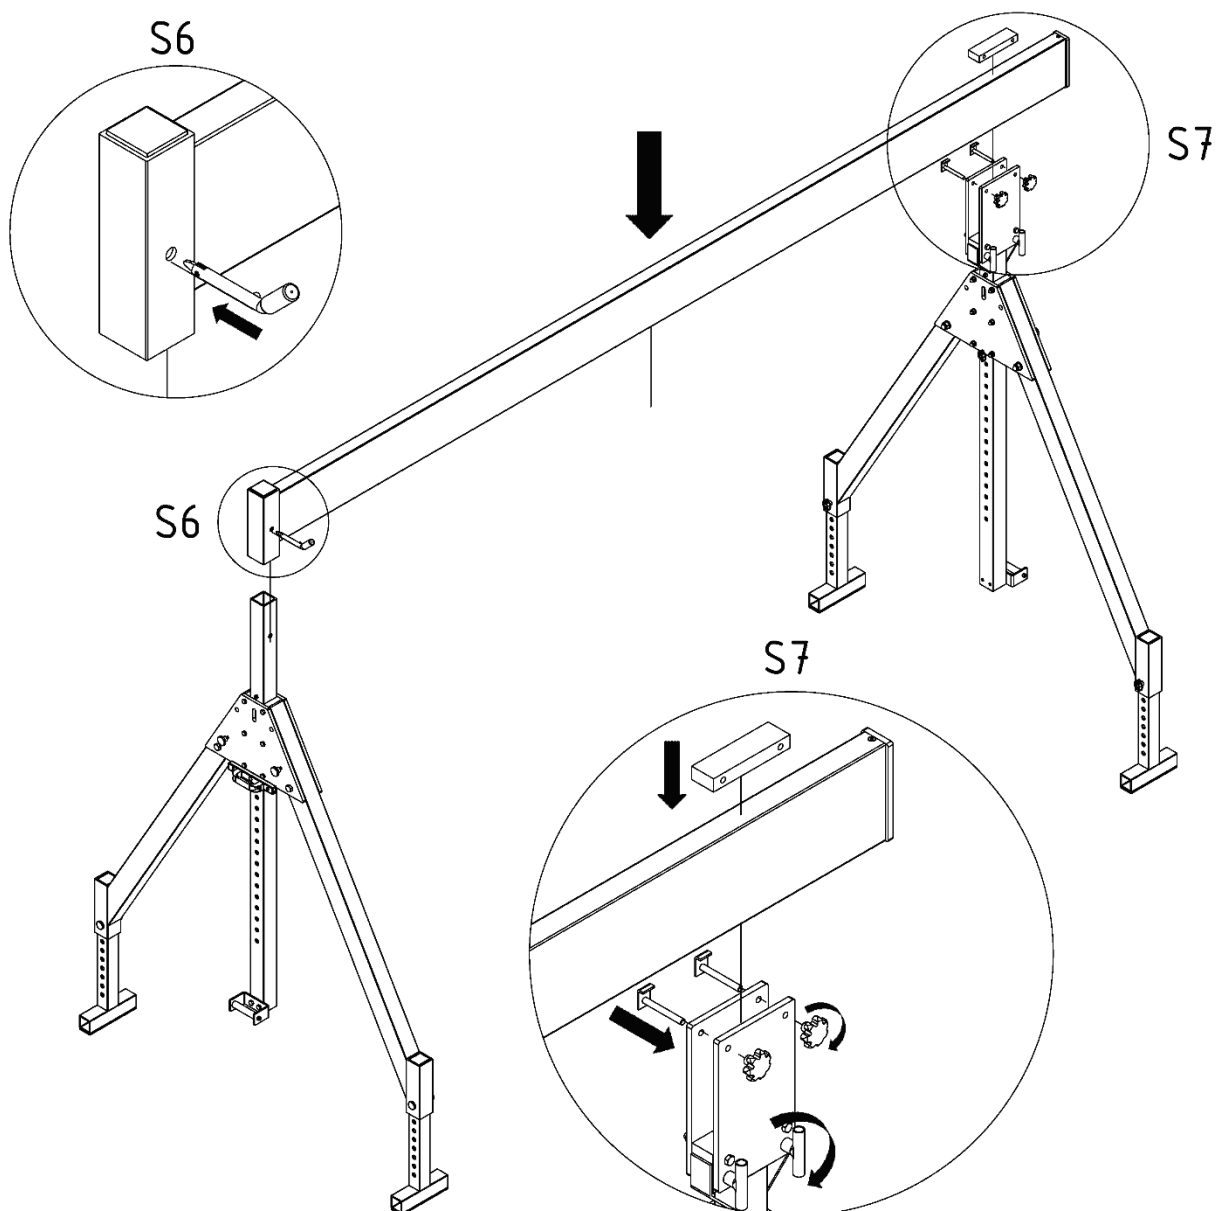

Fig. 3
- 7.3 Sett nå aluminiumsbejken ned på sidestativet som vist i fig. 3. Pass på at mottakshylsen som er sveiset på en av endene på aluminiumsbejken, settes på bejkestøtten til sidestativet med pluggmottak. Den andre siden av aluminiumsbejken legges opp i horisontaljusteringen på bejkestøtten til sidestativet på motstående side.
- 7.4 Stikk nå bejkesikringsbolten gjennom hullet i mottakshylsen på aluminiumsbejken som vist i fig. 3. Plasser nå avstandsplate 2 på bejken og sett inn spennskruene 1 igjen. Skru på stjerneknappmutterne og stram til spennskruene 2 igjen for å klemme fast aluminiumsbejken i denne posisjonen.